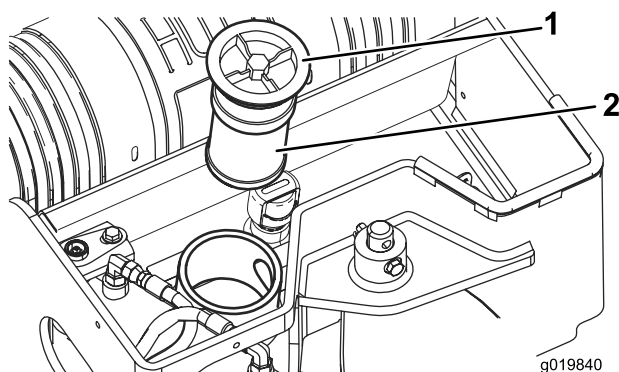

Bild 58
5. Reinigen Sie den Bereich um den Einfüllstutzen des Hydraulikbehälters und nehmen Sie den Deckel und den Filter mit einem Sechskantschlüssel aus dem Einfüllstutzen (Bild 58).